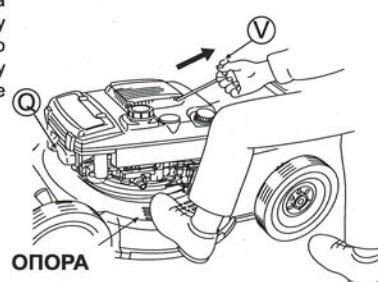

Рис. 6.
- Установите свечной колпачок (Q). (См. рис. 6.)
- Чтобы запустить двигатель, поставьте одну ногу на порог корпуса, слегка потяните за рукоятку стартера (V) и приостановитесь в положении, когда почувствуете сопротивление (См. рис. 6.), а затем резко дерните за рукоятку из этого положения. После этого плавно верните рукоятку стартера (V) в исходное положение.